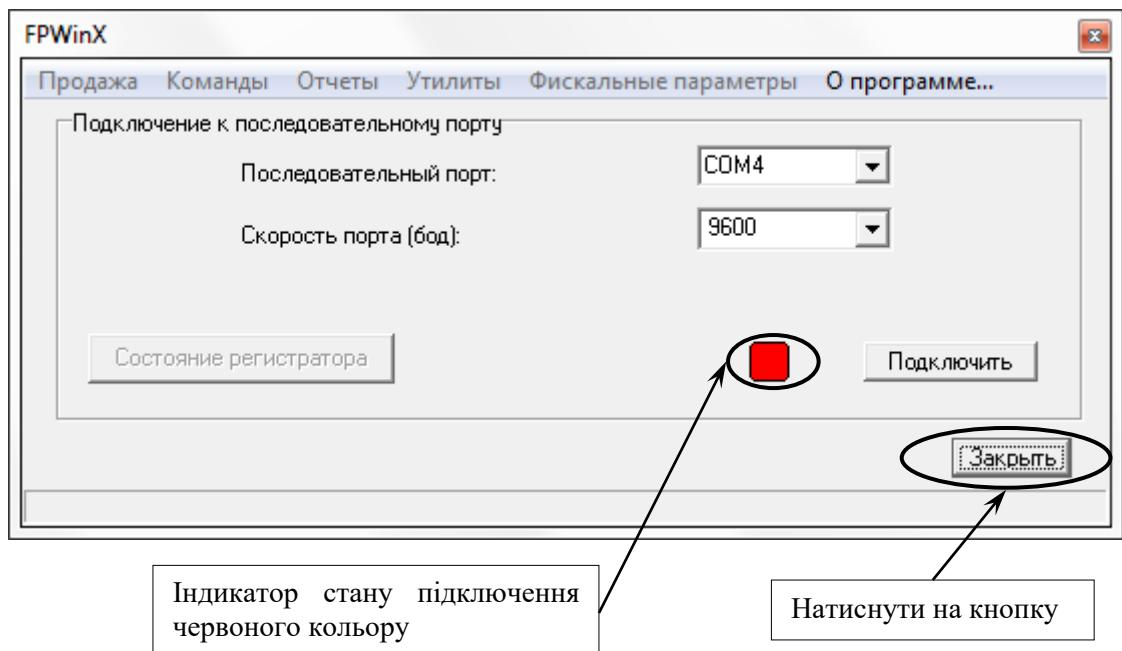

Рисунок 43
– у вікні програми «FPWinX.exe» індикатор стану підключення змінить колір на червоний (рисунок 43).
- закрити програму «FPWinX.exe» (рисунок 43);